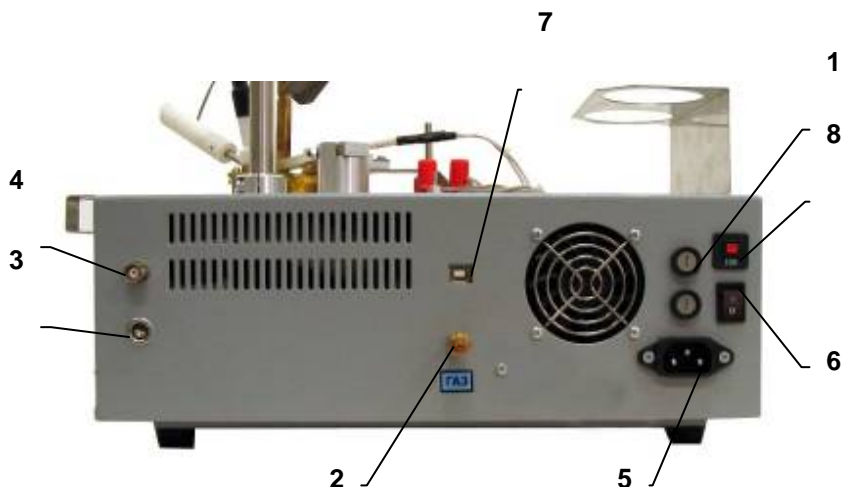

Fig. 3. LOIP LP-093 . panoul din spate.
Pe panoul din spatele aparatului (vezi fig. 3) sunt 3 sigurante (1), bransament de conectare pentru sursa de gaz (2), conectorul senzorului de temperatura (3), conectorul detectorului de scanteie (4), cablu (5), comutator de tensiune (6), conector USB pentru PC³ (7) si un comutator de urgenta al unitatii de ignitie (8).